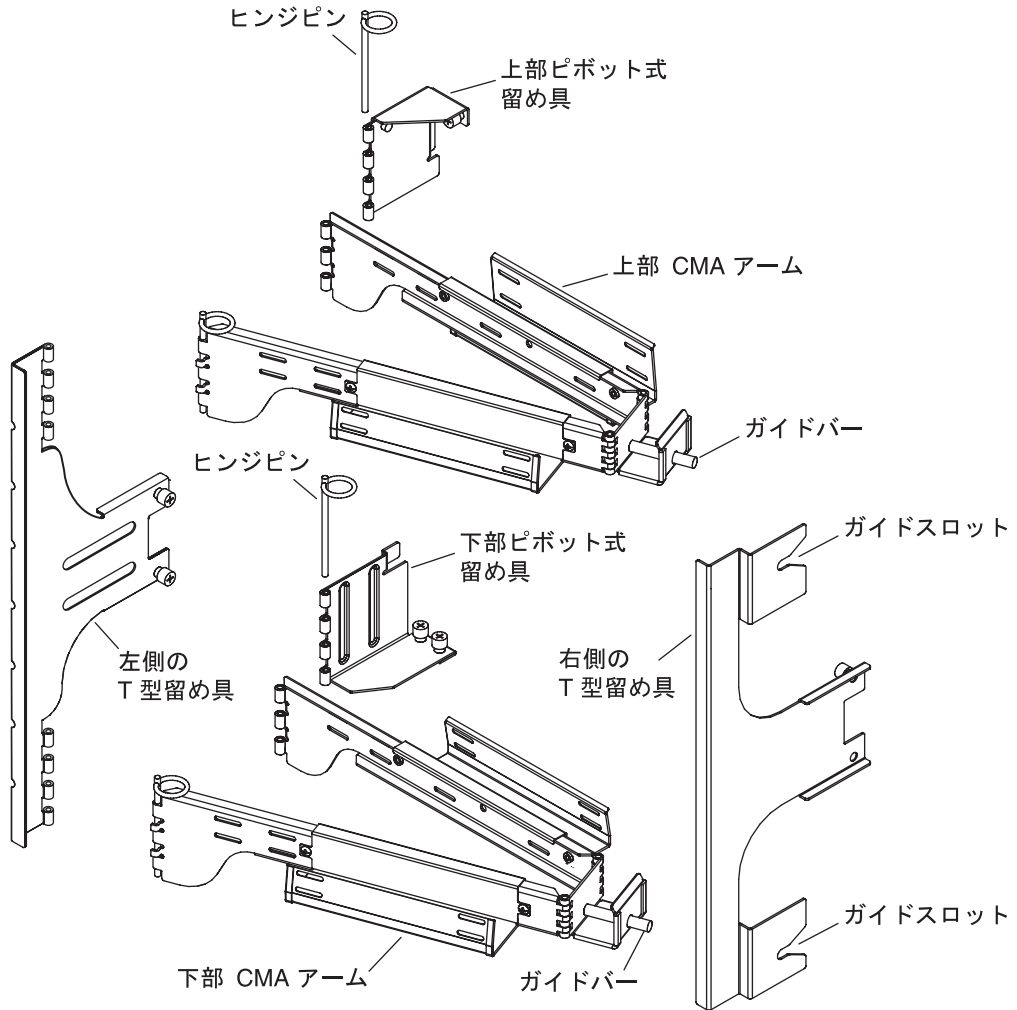

図 1-17 上部および下部の CMA アームと左側および右側の T 型留め具
1. 図 1-17 を参照して、手順全体で使用する CMA 部品とその向きを確認します。